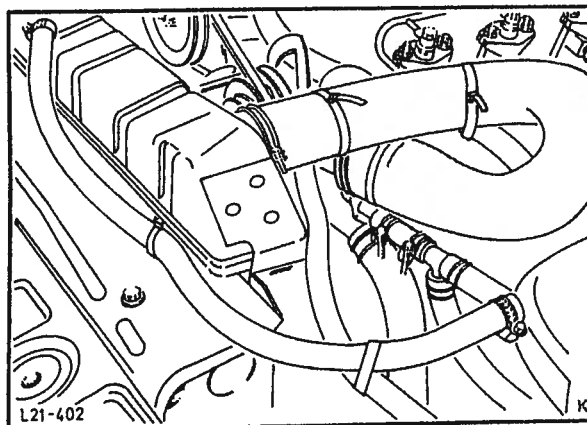

Fig. 117 Fest radiatorslangen til vannpumpen.
23. Fest ekspansjonstankens slanger og øvre og nedre radiatorslange til vannpumpen, fig. 117.